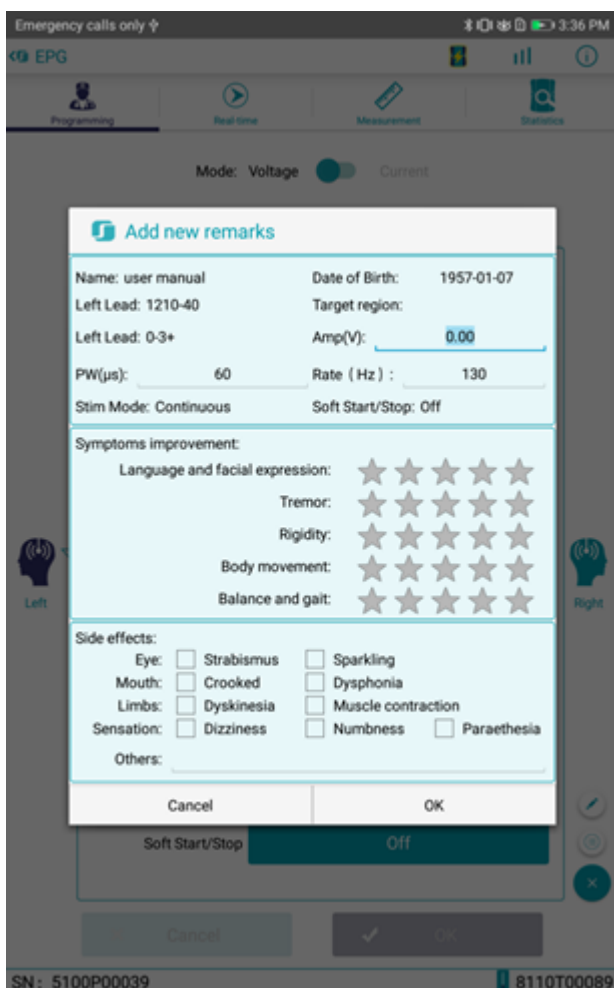

FIGURA 32: Agregue nuevos comentarios. \*
3) El médico puede revisar los parámetros de estimulación seleccionados en la ventana Agregar nuevos comentarios y evaluar los efectos de la estimulación en el paciente seleccionando el número de estrellas detrás de cada síntoma: cuantas más estrellas, mejor mejora. El médico también puede registrar los efectos secundarios observados en los parámetros de estimulación seleccionados haciendo clic en la casilla de verificación o ingresando manualmente en la línea Otros. Haga clic en Aceptar para guardar los comentarios (Figura 32).